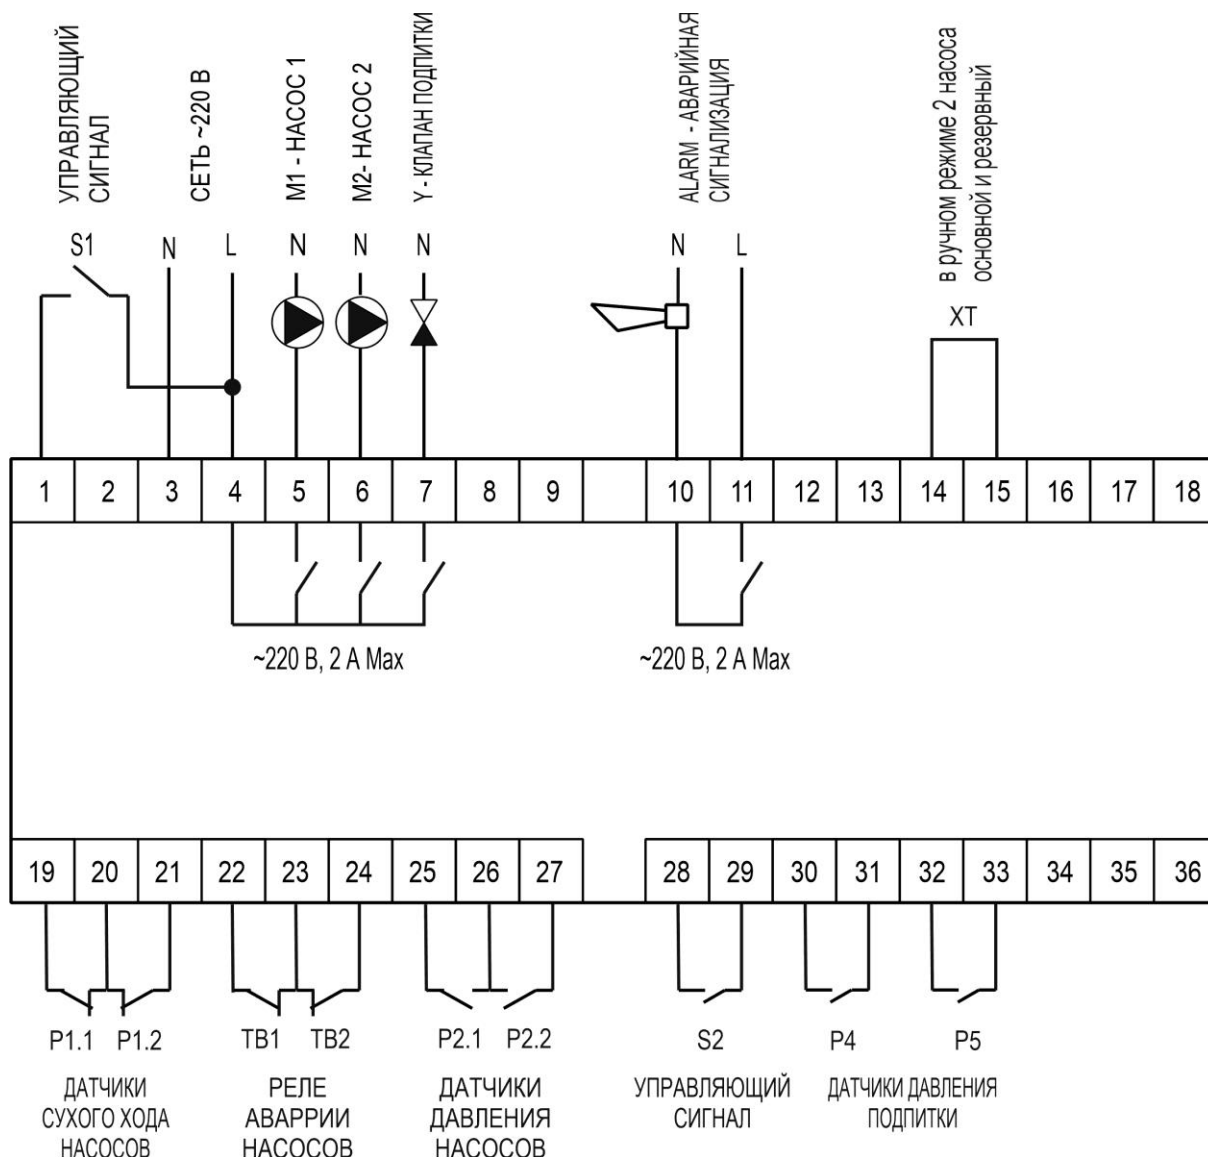

Рисунок 4
- 5.5 Выполните электрическое подключение блока в соответствии с электрической схемой, приведенной на Рисунок 4.
В этом случае, в ручном режиме необходимо выбирать насос, который будет работать по умолчанию, включив его кнопками НАСОС 1 или НАСОС 2. При этом данный насос будет работать постоянно без ротации. Однако если сработает хотя бы один из датчиков аварии Р1, Р2 или ТВ этого насоса (см. Рис.4), то данный насос будет отключен, а резервный насос будет включен.